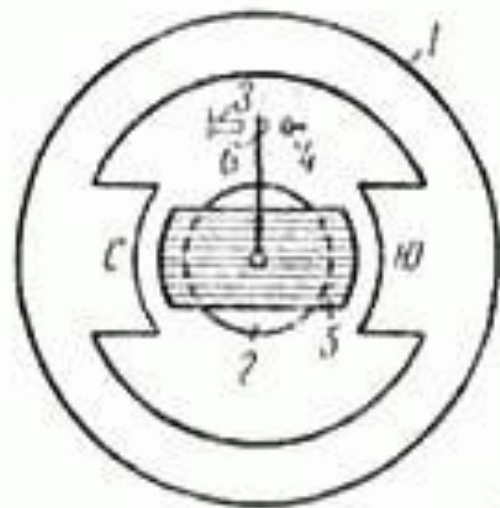

Рис. 3-7. Принцип действия магнитоэлектрического реле.
**Магнитоэлектрическое реле** (рис. 3-7) состоит из неподвижной части, включающей в себя постоянный магнит 1, стальной цилиндр 2, упор 3. и контакт 4, и подвижной части, которая выполняется в виде рамки с обмоткой 5 и контактом в на общей оси.